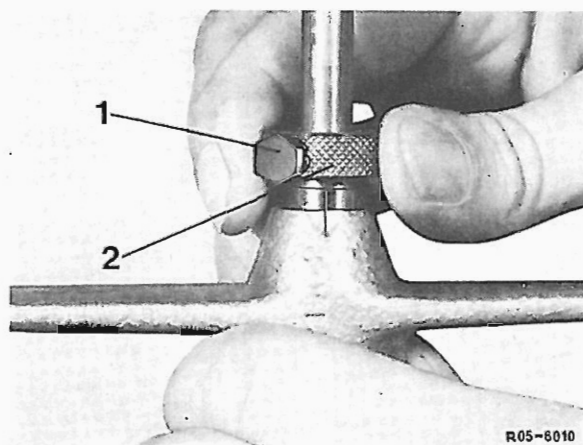

Bild 9
9 Die Feststellschraube (1, Bild 9) lösen und die Rändelscheibe (2) etwa $\frac{1}{2}$ bis 2 Teilstriche (1 Teilstrich = 0,1 mm) nach links drehen. Die Feststellschraube (1) und Kupplungsmutter wieder anziehen, von neuem durchdrehen.